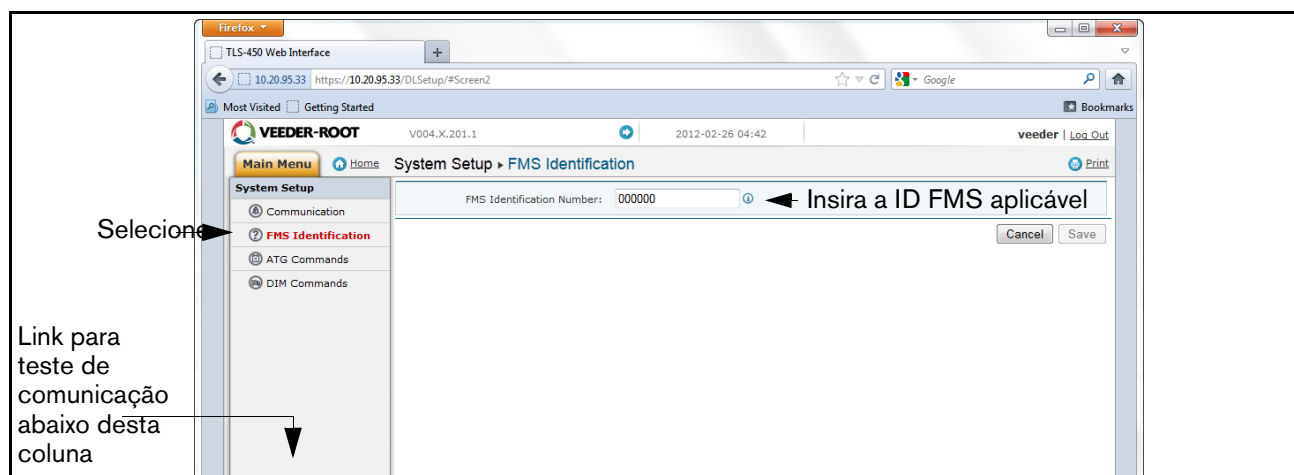

Figura B-14. Exemplo de entrada de ID FMS
16. Selecione a tela “Identificação FMS” e insira o número de Identificação do local FMS. Depois, clique no botão “Salvar” (ver Figura B-14).